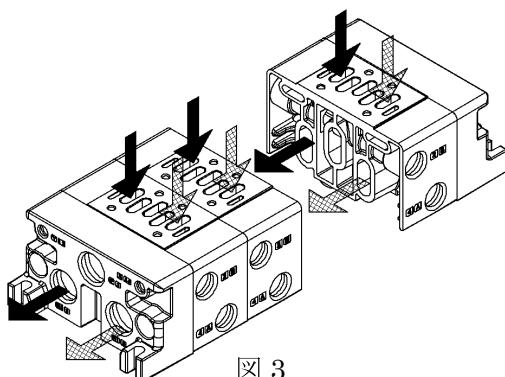

図 3
- 3) 排気 5[R1](又は排気 3[R2])は各々のエアマニホールドブロックより排気 5[R1]ポート(又は 3[R2]ポート)に集中排気される。(図 3)